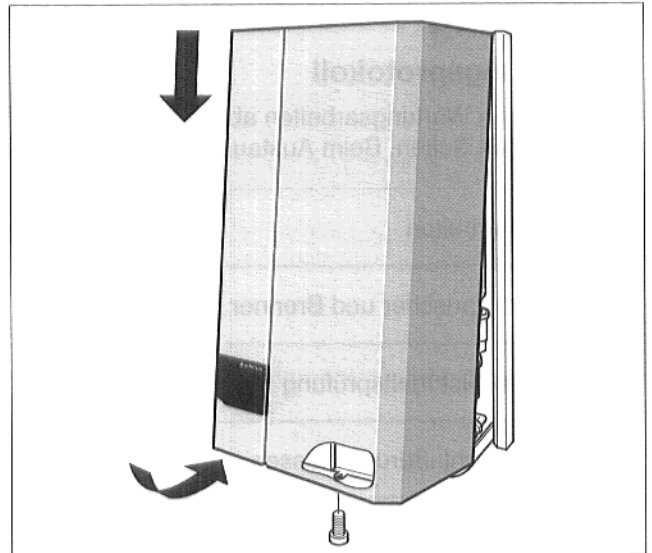

Abb. 28 Verkleidung anbringen
- Verkleidung einhängen und Halteschraube eindrehen (Abb. 28).